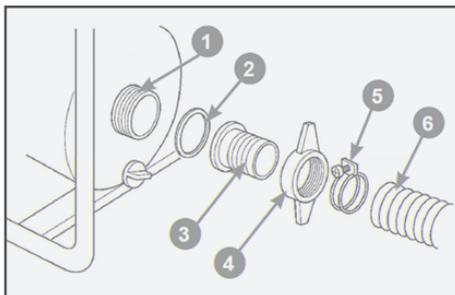

Рис. 5 Установка всасывающего рукава
3. Установите патрубок 3 через уплотнительное кольцо 2 к всасывающему фланцу 1 насоса и плотно затяните гайку 4 патрубка (Рис. 5).
рукав 6 на патрубок 3 и затяните его хомутом 5 (Рис. 5).